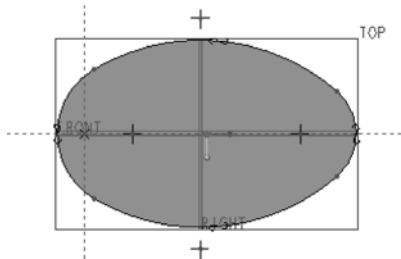

图 5-53 草绘曲线定义填充区域
⑤ 单击“投影”按钮，绘制如图 5-53 所示的曲线来定义填充区域，然后单击“确